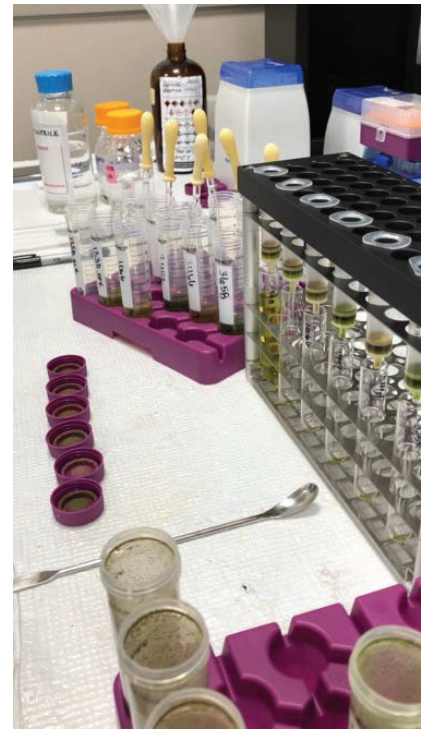

图 6.
11. 将管中的上清液倒出/转移至相同的 C18 柱中（图 6）